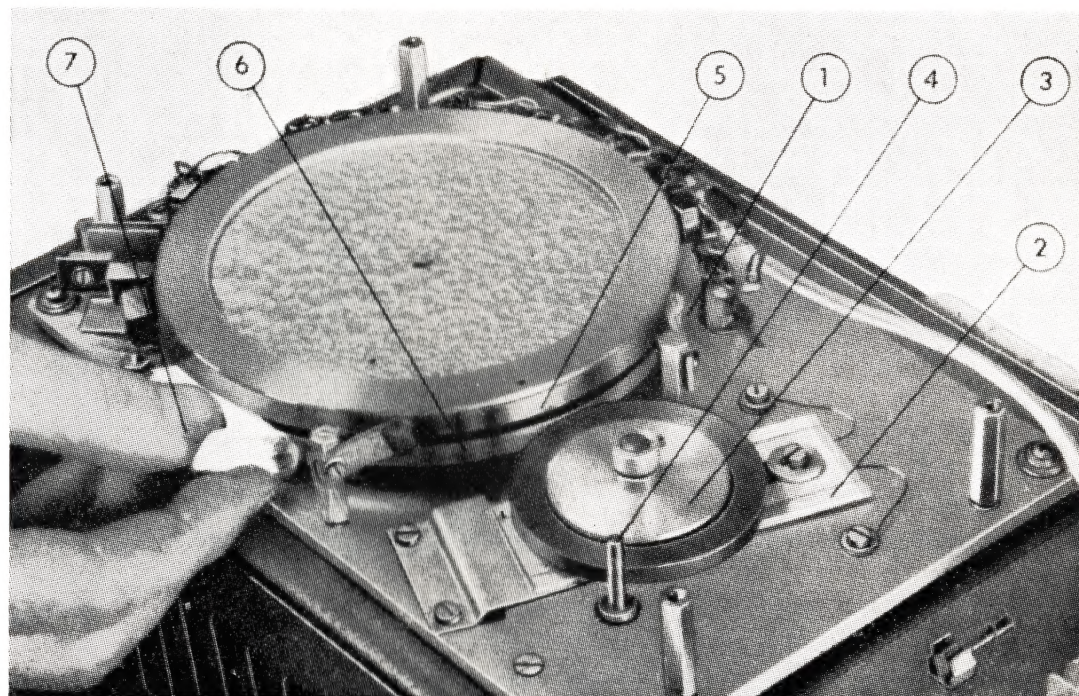

Fig. 1
1. Mentre il disco è in movimento, prendere un pezzetto di stoffa intrisa di benzina ed appoggiarlo a contatto con la banda magnetica (5).
3. Mettere due gocce di olio BINSON sulle spazzole di pulizia, fig. 1 (n. 1) indi lasciar girare per diversi minuti.
1. Mentre il disco (8) è in movimento, introdurre la striscia di carta tra le testine (10) e la banda magnetica (5), spostarla diverse volte in senso orizzontale e verticale, estrarre la carta e strappare il pezzo interessato; ripetere l'operazione fino a quando questa esce pulita.
2. Ripetere l'operazione diverse volte per ogni testina e per le spazzole di pulizia. Fig. 1 (n. 1). Far passare la carta almeno una volta tra la testina di cancellazione (0).